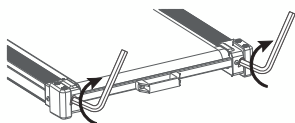

Figure 3
2. A l'aide de l'outil hexagonal, tourner les deux vis du rouleau de renvoi dans le sens des aiguilles d'une montre d'un demi-tour (voir figure 3).